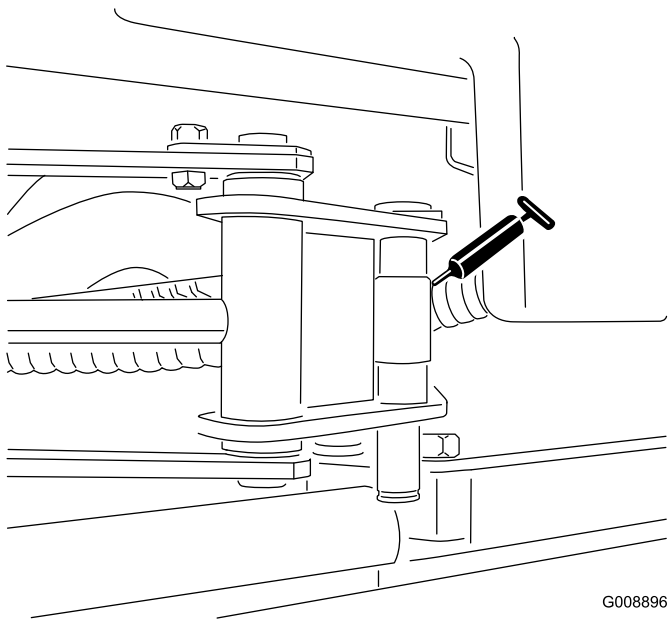

Figure 35
- 2 extrémités de vérin de Sidewinder (**Figure 35**)